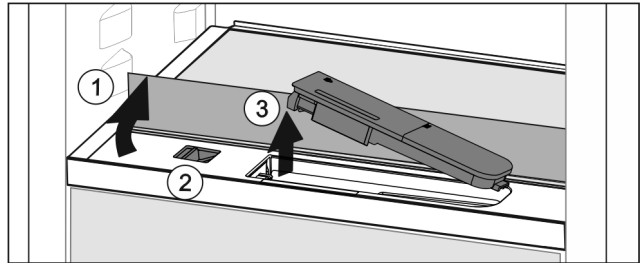

Fig. 114
- ▶ Nosta lasilevyä ja käännä se taaksepäin vasteeseen saakka Fig. 114 (1).
- ▶ Siirrä säädintä Fig. 114 (2) vasemmalle.
- ▶ Poista vesisäiliö Fig. 114 (3).